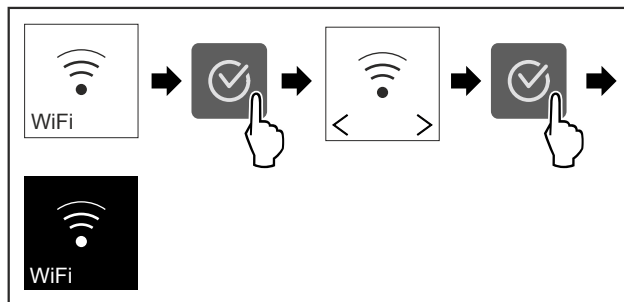

Fig. 30
- ▶ Wykonać czynności (patrz Fig. 30) .